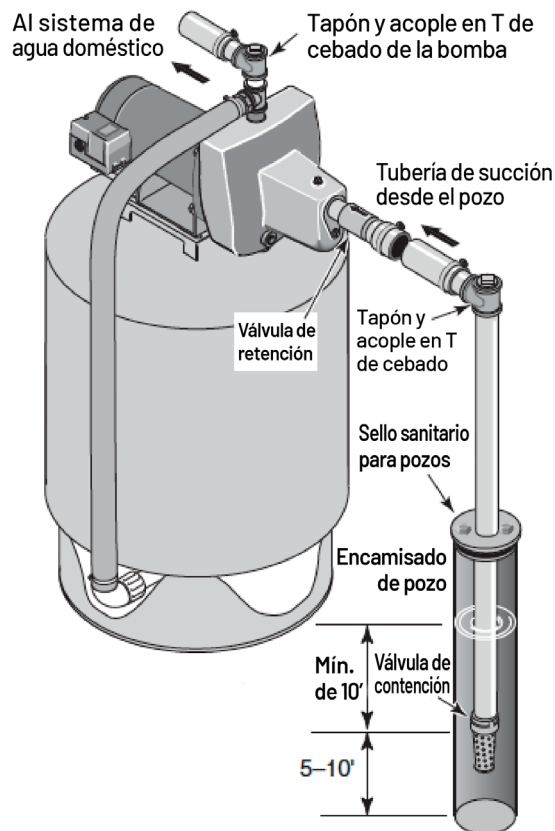

Figura 3: Instalación para agua de superficie
2. Ensamble la válvula de contención y la tubería de succión (Figura 3). Verifique que la válvula de contención funcione libremente. Use cinta de PTFE para sellar roscas de tuberías en las juntas roscadas de la tubería. Proteja el conjunto de la válvula de contención de los peces, la basura, etc. Para ello, instale una malla protectora alrededor.
4. Instale el acople en T de cebado, el tapón de cebado y la tubería de succión a la bomba (Figura 3). Sujete la tubería para que no haya hundimientos o combaduras en la tubería, para que no fuerce el cuerpo de la bomba y para que ascienda levemente desde el pozo hacia la bomba (los lugares altos pueden generar bolsas de aire que pueden bloquear la bomba).